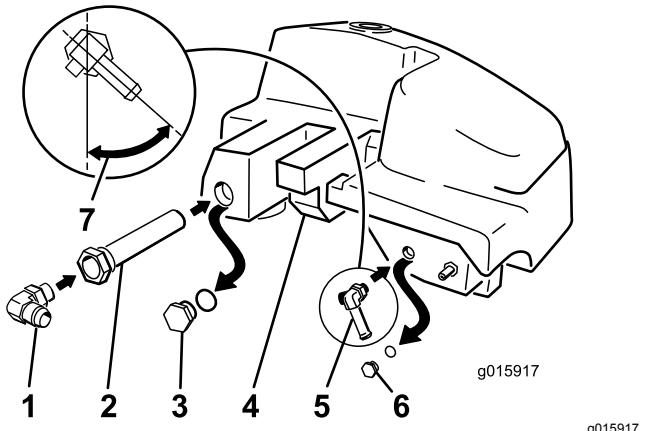

Figura 9
- Instale el acoplamiento en T pequeño de 90 grados con espiga en el orificio del que retiró el tapón pequeño (Figura 9).